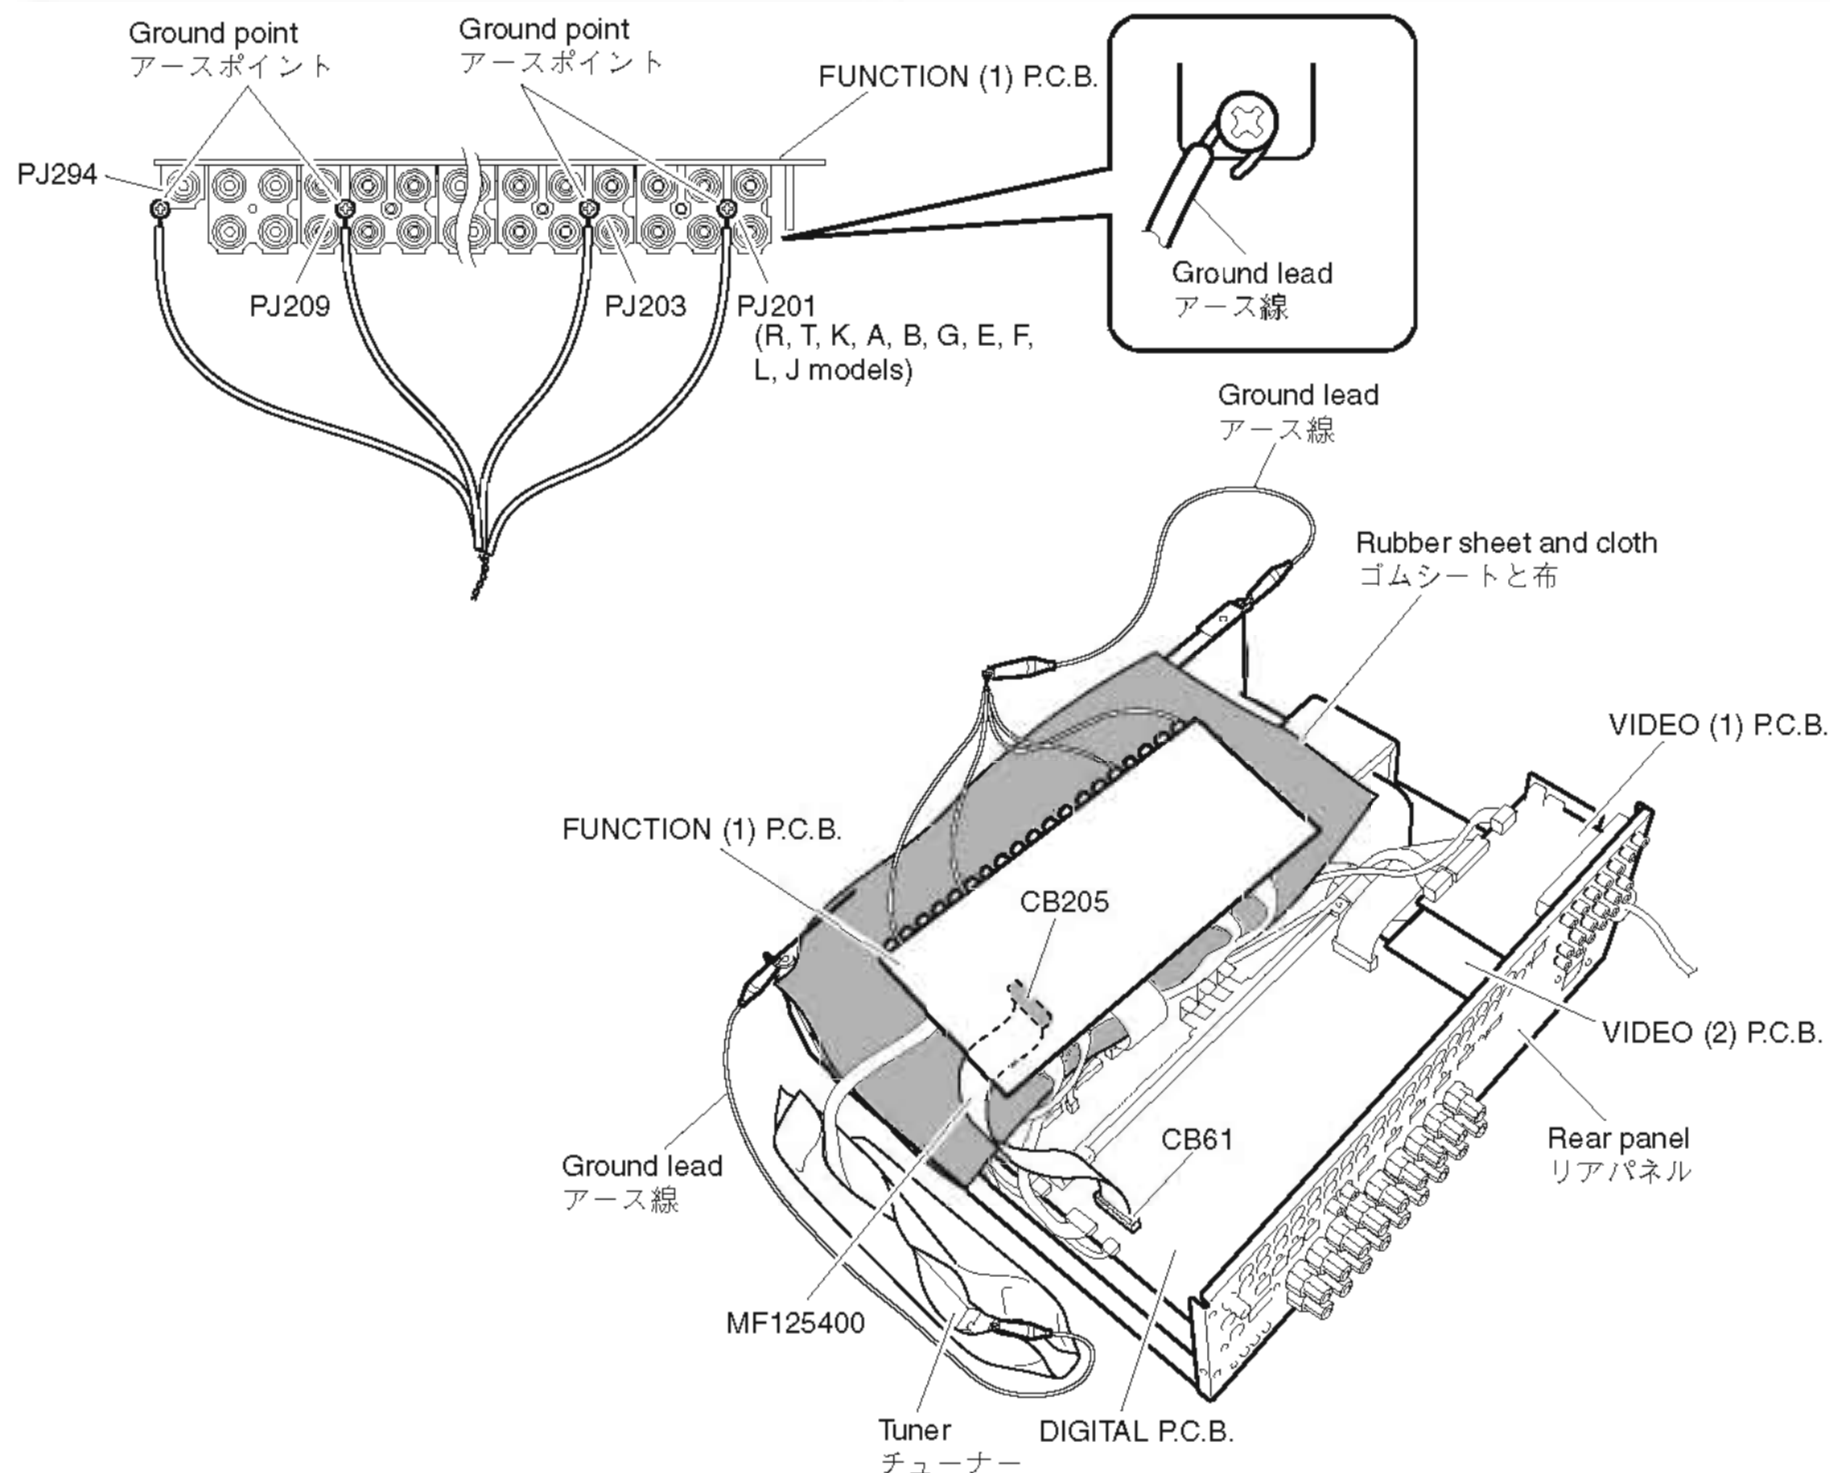

Fig. 10
- Put the rubber sheet and cloth over the equipment. Then place the FUNCTION(1) P.C.B. upside down on the cloth and check it. (Fig. 10)
- Be sure to use the extension cable for servicing for the following section. (Fig. 10)
- In this unit, the ground of P.C.B.s shown below is connected to the rear panel and chassis. When FUNCTION (1) P.C.B. is removed from the rear panel and chassis, connect the ground point to the rear panel or chassis, using a ground lead or the like. (Fig. 10)
- 本機の上にゴムシートと布を敷き、その上に FUNCTION(1) P.C.B.を裏返しに置いてチェックします。(Fig. 10)
- 次の区間は、サービス用延長ケーブルを使用してください。(Fig. 10)
FUNCTION(1) P.C.B.をリアパネルおよびシャーシより取り外した場合、リード線等でアースポイントをリアパネルまたはシャーシに接続してください。(Fig. 10)